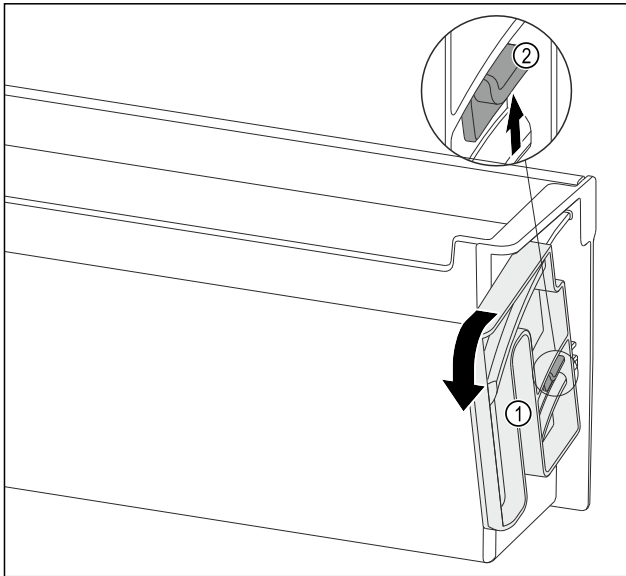

Fig. 120
- ▶ Dreheinheit Fig. 120 (1) in die angegebene Richtung bis zum Anschlag drehen.
- ▶ Lasche Fig. 120 (2) nach oben drücken und Dreheinheit Fig. 120 (1) entnehmen.